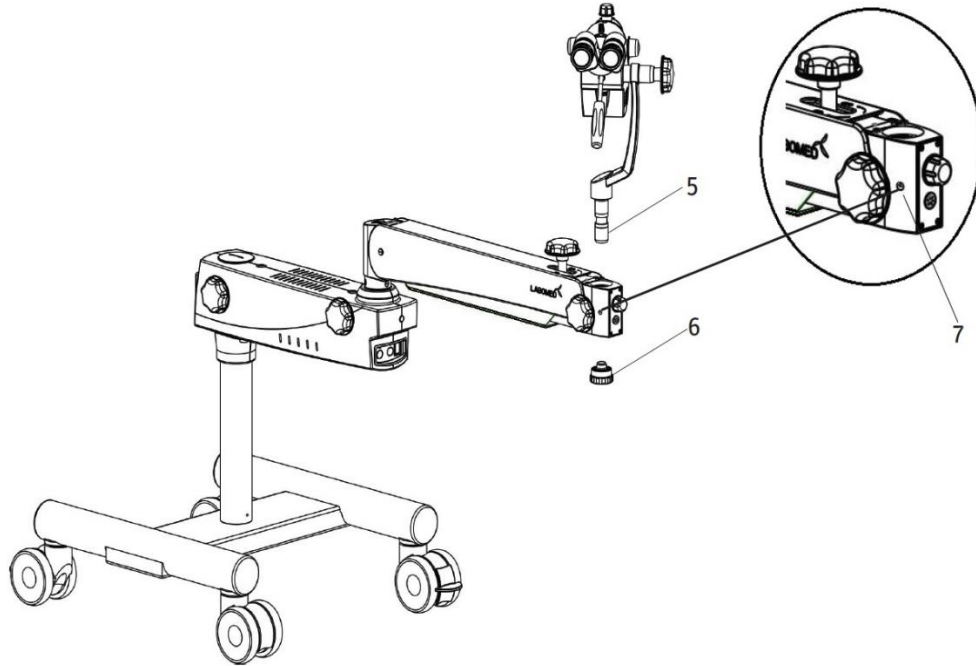

Fig. 2.5
- Sacar del empaque el ensamblaje del portador y seguir los siguientes pasos. Consultar la Fig. 2.5.
- Instalar el acoplamiento al brazo de suspensión deslizando el eje guía (5) en el brazo de suspensión.
- Fijar el acoplamiento inclinado con el tapón roscado (6).
- Asegurar el tornillo de seguridad de cabeza plana (M5) con un destornillador de cabeza plana en la cavidad situada en el acoplamiento frontal del brazo de suspensión, como se muestra (7) en la fig. 2.5. Éste se cuelga con una atadura a la perilla del potenciómetro.